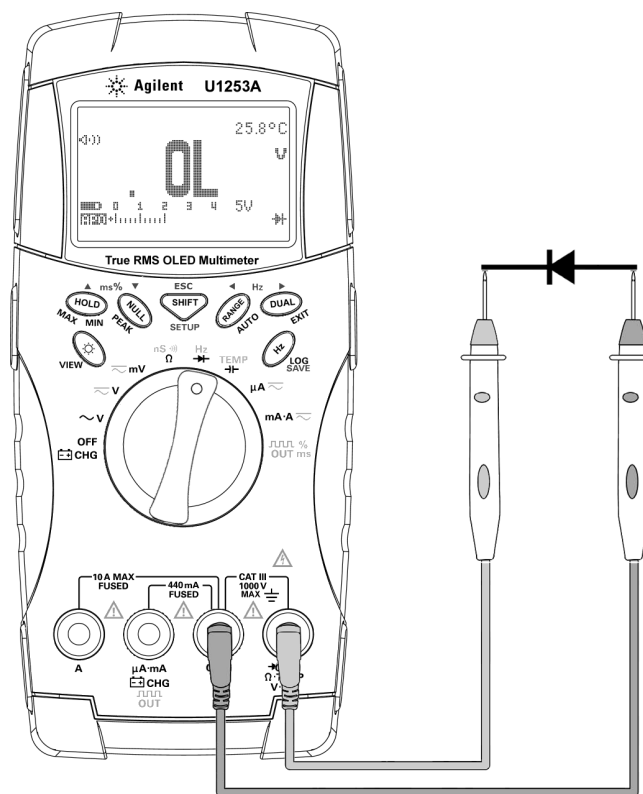

Figura 2-11 Misurazione della polarizzazione inversa di un diodo
- 5 Invertire le sonde e misurare nuovamente la tensione nel diodo (consultare la Figura 2-11 a pagina 48). Valutare il diodo in base alle seguenti istruzioni: